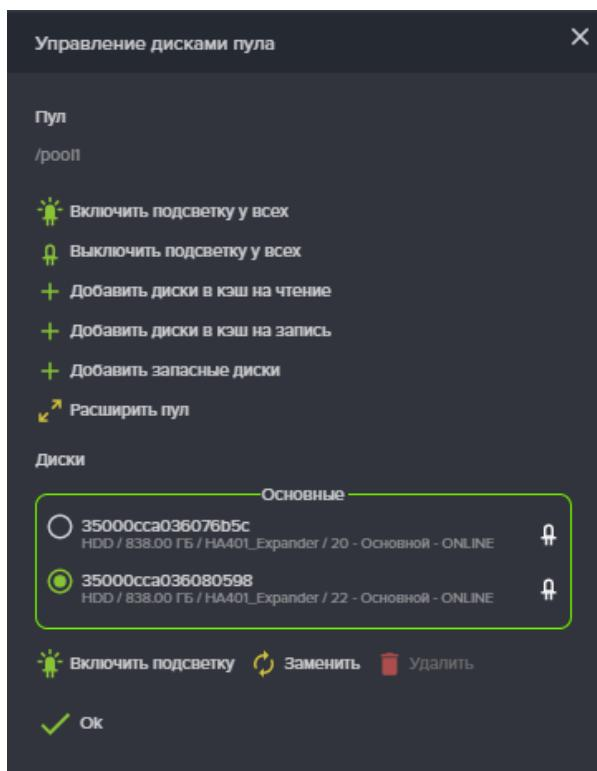

Рисунок 56. Окно управления дисками пула.
3. Нажмите на кнопку «**Управление дисками**», откроется окно управления дисками пула (см. Рисунок 56);